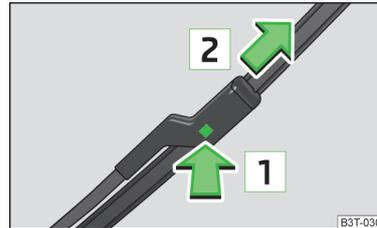

Abb. 196
- › Den Scheibenwischerarm am oberen Teil halten und die Sicherung **1** » Abb. 196 drücken.